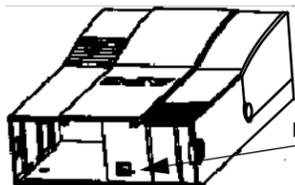

Figure 12. Point d'accès pour réinitialisation manuelle
11. Pour réinitialiser le Back-UPS HS et rétablir les réglages par défaut, appuyez sur le bouton **UPS Settings**. Si l'onduleur ne se réinitialise pas par le logiciel, retirez le couvercle de la batterie et insérez un petit objet (long d'environ 5 cm) dans le trou situé à côté de la prise téléphonique (figure 12) pendant environ cinq secondes. **Remarque** : cette prise téléphonique est réservée aux essais en usine – n'y branchez rien.